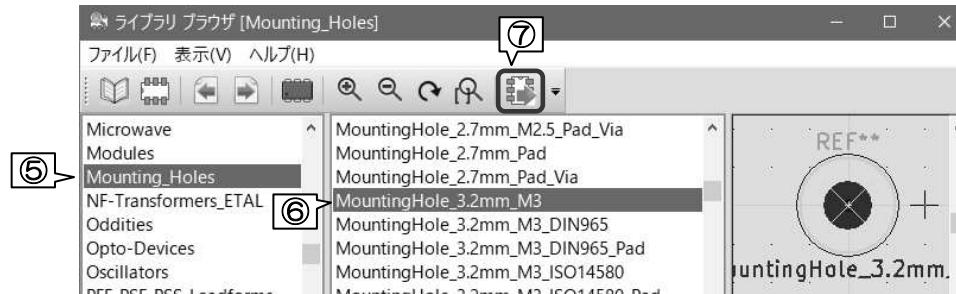

図 10-6
- ⑤ ライブラリ・ブラウザ左ペイン Mounting\_Holes を選択します。図 10-6
- ⑥ 中央ペインの MountingHole\_3.2mm\_M3 を選択します。図 10-6
- ⑦ ツールバー 「ボードにフットプリントを挿入」をクリックします。図 10-6